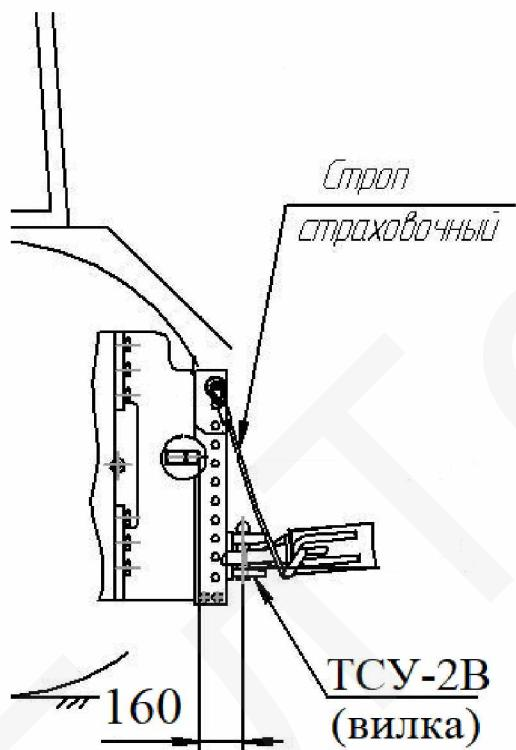

Рисунок 5.1 – Схема агрегатирования с трактором
4.2 При агрегировании полуприцепа с трактором необходимо сцепную петлю соединить с ТСУ-2 (гидрокрюк) или ТСУ-2В(вилка) трактора, а страховочные стропы подсоединить к местам крепления на тракторе (рисунок 5.1).
- соединить сцепную петлю полуприцепа с ТСУ трактора и закрепить страховочные стропы к месту крепления на тракторе (рисунок 5.1);